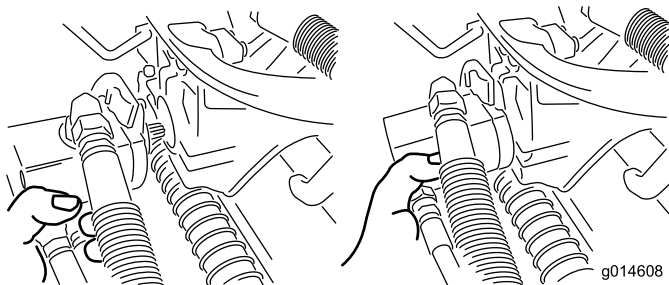

Figura 37
3. Spostate il motore in posizione di stoccaggio davanti al braccio di sospensione (Figura 37).